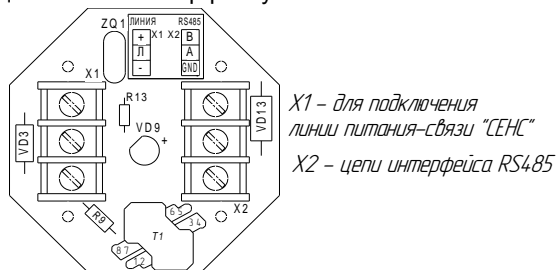

Рисунок 2
2.1.5 Внутри корпуса устройства расположена микропроцессорная плата адаптера ЛИН-RS485 Modbus (рисунок 2). Винтовые клеммные зажимы платы адаптера ЛИН-RS485 Modbus предназначены для подключения линии питания-связи устройств «СЕНС» и для подключения к интерфейсу RS-485.
Примечание – Возможна настройка устройства без подключения к линии СЕНС. При этом питание устройства может осуществляться от источника постоянного напряжения 6...13 В. Подключить источник питания к клеммам «+» и «-» зажима «ЛИНИЯ», соблюдая полярность (рисунок 2).